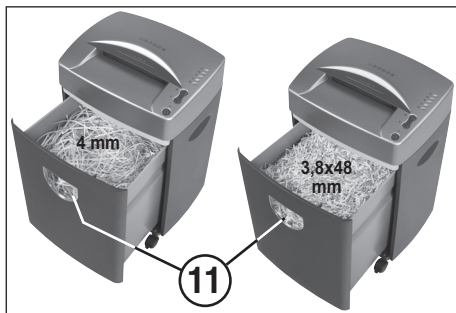

fig. 3
**INDICACIÓN DE NIVEL DE LLENADO DEL RECIPIENTE DE RECOGIDA (fig. 3):**
El recipiente de recogida tiene que ser vaciado cuando el material desmenuzado pueda ser visto por la ventana de control del nivel de llenado (11) (fig. 3).
**VACIADO DEL RECIPIENTE DE RECOGIDA (Fig. 3):**